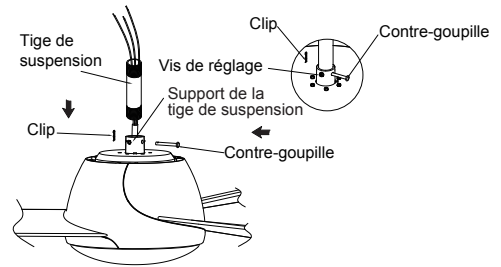

Fig. 7
**Étape 4.** Acheminer les fils noir, blanc, bleu et le câble de sécurité à travers la tige de suspension. Passer la tige de suspension dans le support de la tige de suspension sur le dessus du moteur. Installer la goupille transversale en alignant les trous dans le support de la tige de suspension avec les trous de la tige de suspension. Fixer la goupille transversale avec un clip. Installer et serrer les deux vis de blocage sur le support de la tige de suspension (Fig. 7).